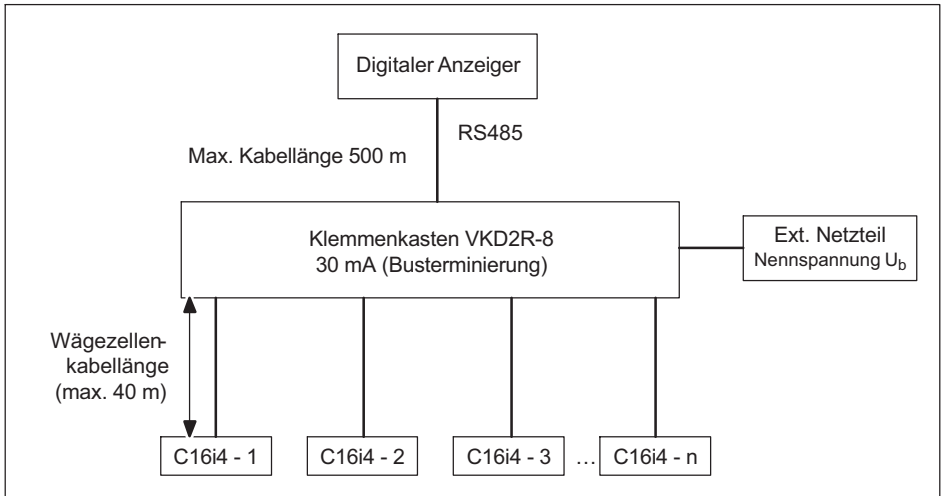

Abb. 5.3 Anschlussgrafik bei Speisung der C16i4 Wägezellen über ein externes Netzteil
- Die beiden weiter unten aufgeführten Tabellen (für C16i3- oder die neuen C16i4-Wägezellen) geben bei Spannungsversorgung über einen Wägeanzeiger die maximal mögliche Kabellänge zwischen Klemmenkasten und Wägeanzeiger an (*siehe auch Abb. 5.2*). Sollte die vor Ort benötigte Kabellänge jedoch länger sein, dann besteht die Möglichkeit der externen Spannungsversorgung der Wägezellen direkt über den Klemmenkasten. Damit können Kabellängen bis maximal 500 m erreicht werden (*siehe Abb. 5.3*). Sollten in einer Waage gleichzeitig Wägezellen vom Typ C16i3 und C16i4 eingesetzt werden (z.B. aufgrund von Wartungsarbeiten), dann kann die maximal mögliche Kabellänge bei Speisung über den Wägeanzeiger auf unserer Website berechnet werden: <https://www.hbm.com/c16i-converter>